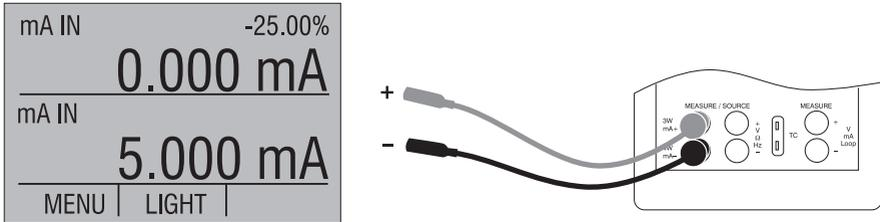

Abbildung 6. Messen von mA mit Ein- und Ausgangsbuchsen
3. Schließen Sie die Prüfkabel an wie in Abbildung 6 gezeigt.